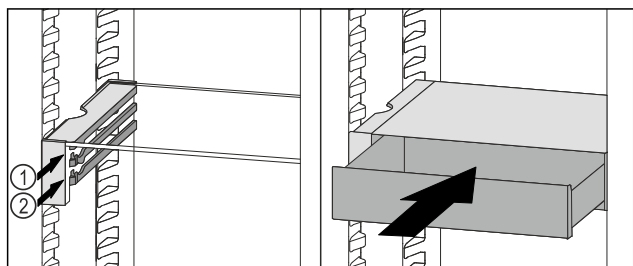

Fig. 70
- Posizionare il cassetto VarioSafe dietro i tappi sulla nervatura desiderata Fig. 70 (1) o Fig. 70 (2).